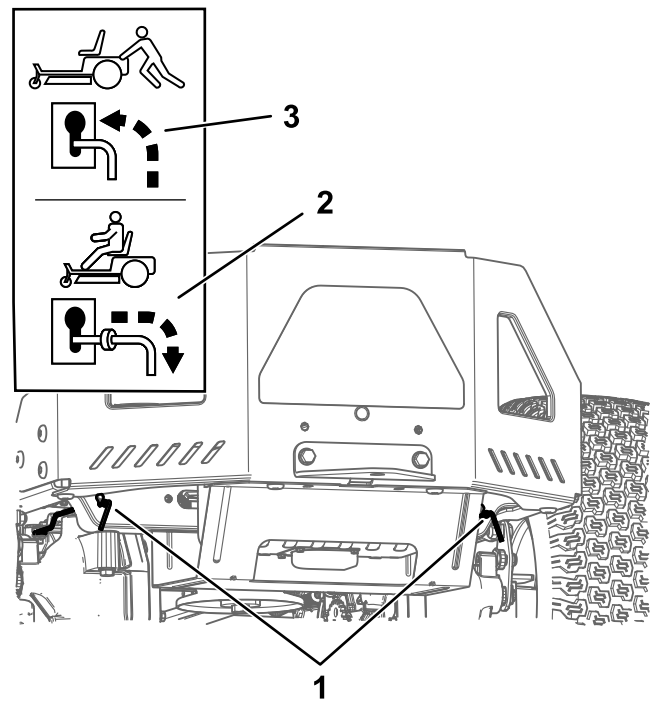

Bild 32
4. Schieben Sie beide Bypasshebel nach vorne durch den Schlitz und nach unten, um sie zu arretieren (Bild 32).